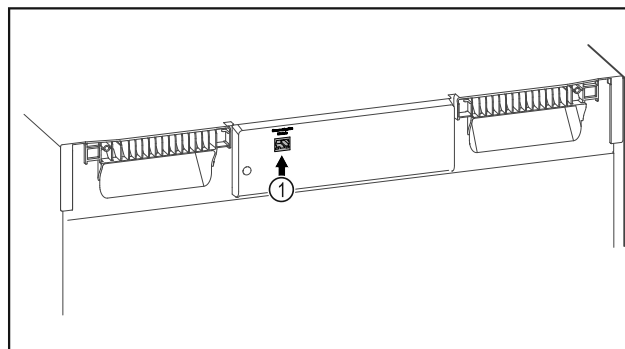

Fig. 132
- SmartModule Fig. 132 (1) inserito.